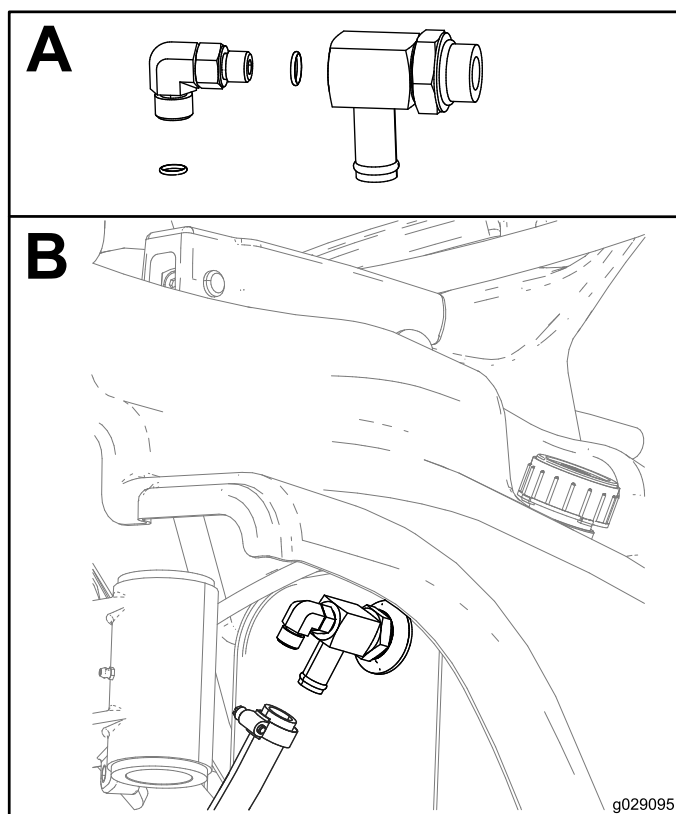

Figure 18
3. Montez le raccord à 90° (3/8 x 3/8" mâle) sur le raccord à 90° (3/8 femelle x 3/8 mâle x 3/4" cannelé), comme montré dans l'encadré A de la Figure 18.
4. Déposez le raccord coudé actuel à l'arrière du réservoir hydraulique, sur le côté droit de la machine, et posez le raccord à 90° ainsi que l'adaptateur, puis branchez le flexible, comme montré dans l'encadré B de la Figure 18.